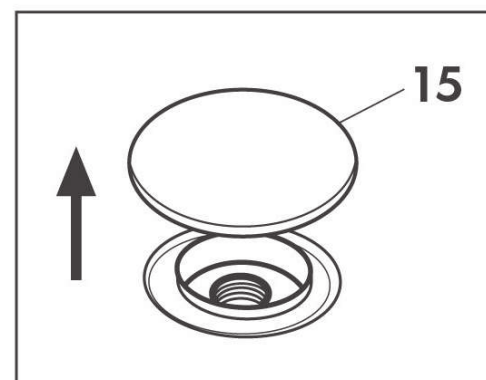

Fig. 4
Doe bij voorkeur gedemineraliseerd water of niet-schuimende reinigungs middelen in het hiervoor bestemde reservoir, door de dop op te tillen (15) (Fig. 4)